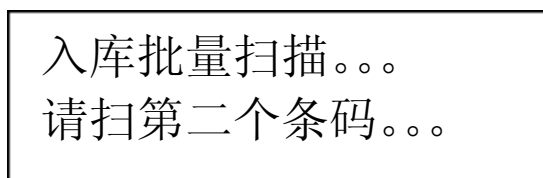

图 3.3-10
2、扫描第一条码完毕后，屏幕提示用户扫描第二个非雷管箱条码，如图 3.3-10所示：